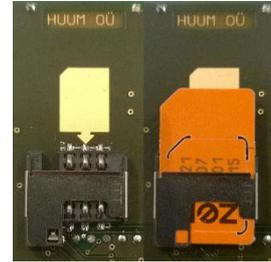

Figure 2
3. Si vous voulez utiliser la fonction télécommande, insérer une carte SIM (Figure 2), dont la demande du code PIN est désactivée. Pour désactiver la demande du code PIN, consulter le vendeur qui vous a fourni la carte.
1. Raccorder le câble à la fiche du capteur de température selon la figure 2.